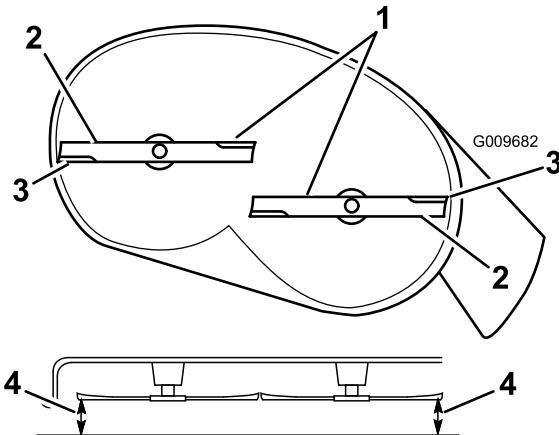

Figure 48
4. Faites pivoter la ou les lames avec précaution pour qu'elles soient toutes parallèles (Figure 48).
5. Mesurez la distance entre les tranchants extérieurs et le sol plat (Figure 48). Si les deux mesures diffèrent de plus de 5 mm (3/16"), un réglage s'impose. Poursuivez la procédure.